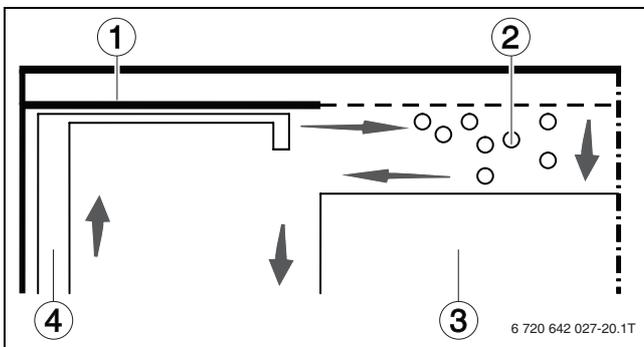

Fig. 44 Zona morta dietro la camera del bruciatore
- ▶ Ruotare verso sinistra il raschietto per la pulizia, in modo tale che la punta del raschietto si sollevi (→ fig. 44, [4]).